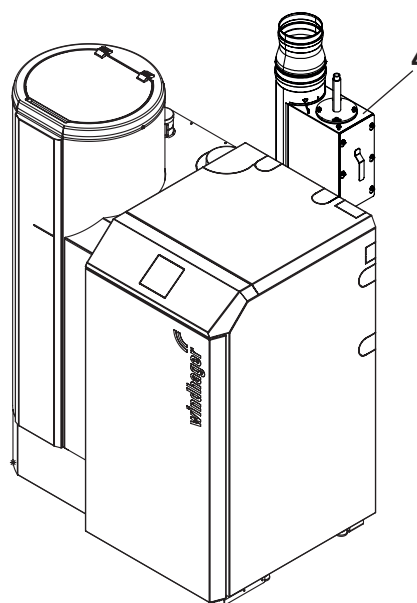

Fig. 67 Filtre à poussières fines dans le tuyau d'échappement
- ▶ Si un filtre à poussières fines est monté dans le tuyau d'échappement (Fig. 67), vérifiez qu'il n'est pas encrassé et nettoyez-le si nécessaire (voir les instructions séparées pour le filtre à poussières fines).